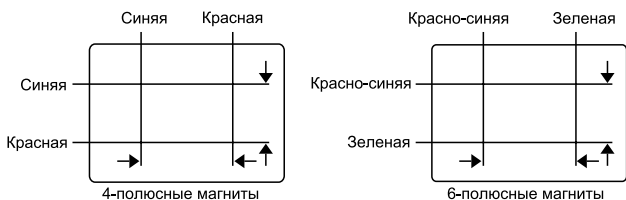

Рис. 4. Регулировка статического сведения
- изменение угла влияет на вертикальные линии, а поворот обоих магнитов – на горизонтальные линии (рис. 4).